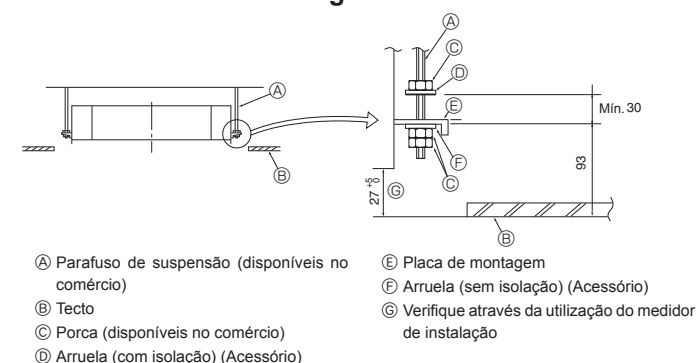

Fig. 4-5
4.5. Processos de suspensão da unidade (Fig. 4-5)